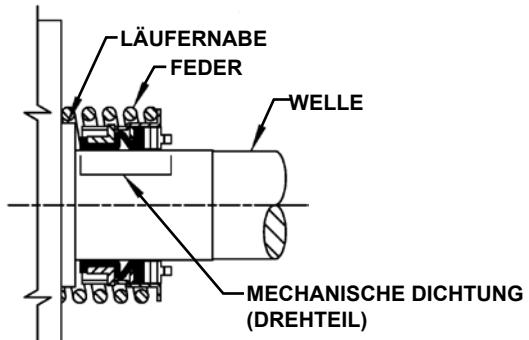

ABBILDUNG 12
5. Setzen Sie die Dichtungsfeder auf die Welle gegen den Rotorzylinder. Siehe Abbildung 12.